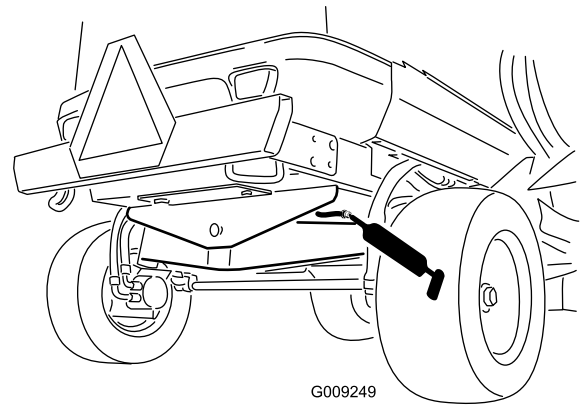

Figura 51
- 1 boccola del perno di articolazione dell'assale posteriore (Figura 51)